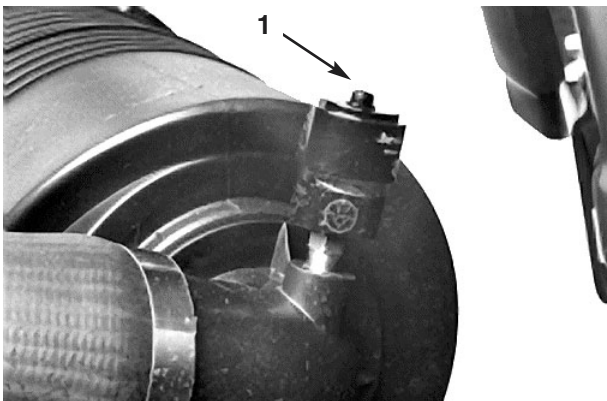

Figure 38
2. Faites l'entretien des filtres à air quand l'indicateur de colmatage (Fig. 38) est rouge ou toutes les 400 heures (plus souvent s'il y a beaucoup de poussière ou de saleté). N'effectuez pas l'entretien du filtre à air trop souvent.